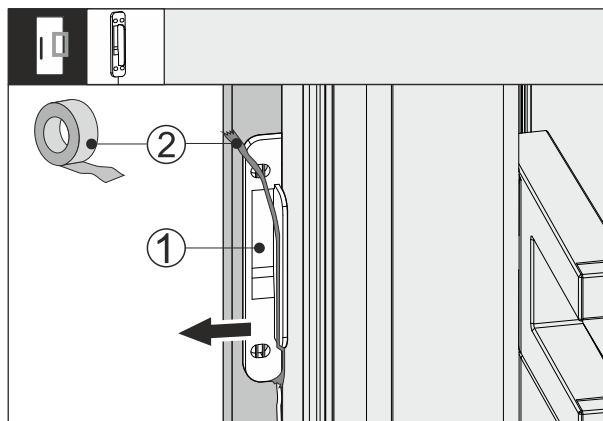

Fig. 64
- Lironi shiritin ngjites Fig. 64 (2) në sensorin e trokitjes Fig. 64 (1).